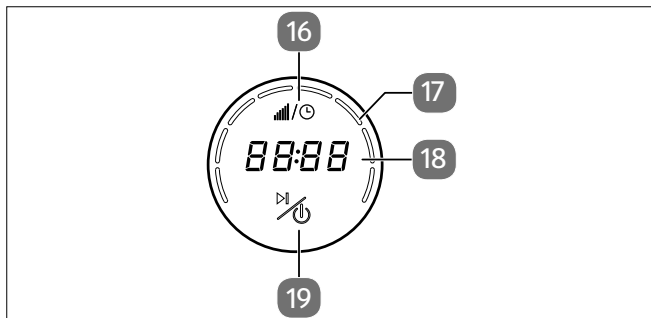

Fig. 3 – Elementos de mando/panel de visualización
4. Regulador de velocidad (giro)/elementos de mando/panel de visualización (véase Fig. 3)